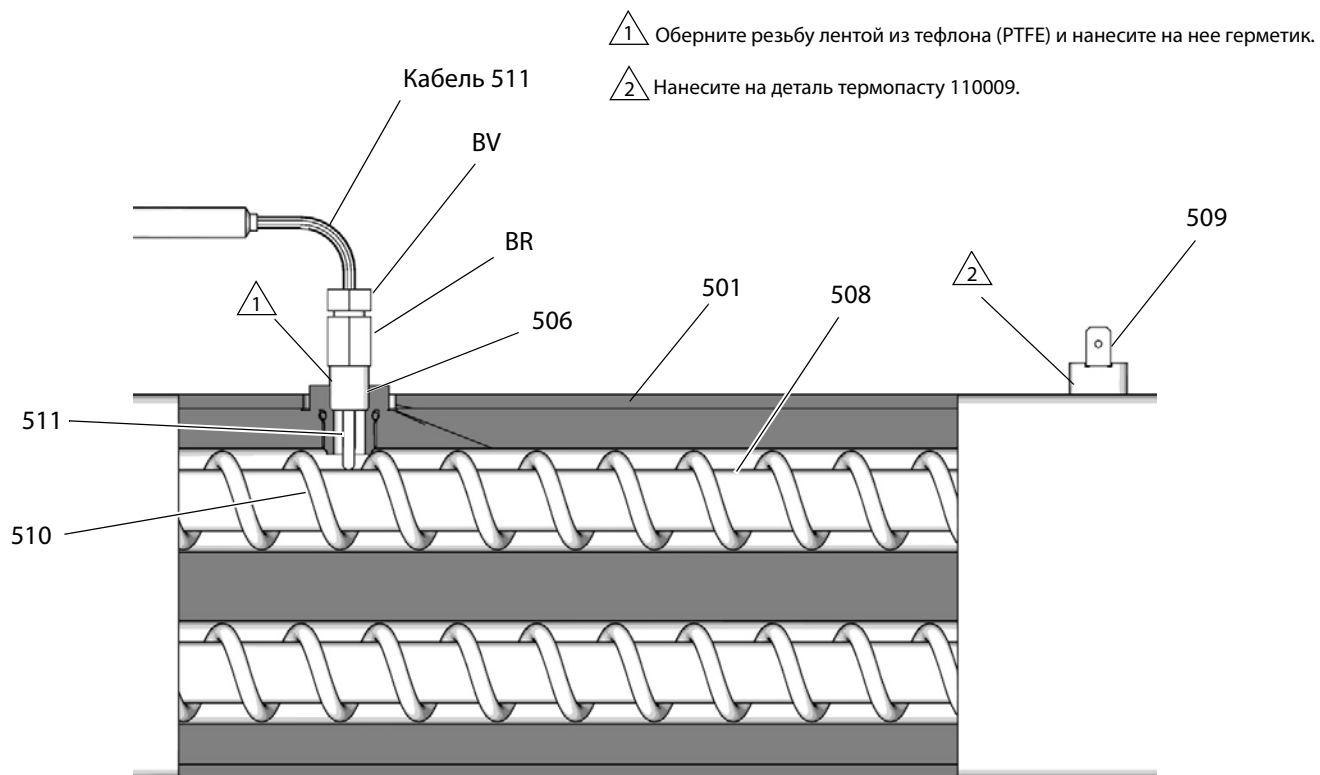

Рис. 69: Термопара
7. См. Рис. 69. Ослабьте зажимную гайку (BV). Снимите термопару (511) с нагревательного элемента (501), затем снимите корпус термопары (BR). Извлекайте переходник термопары (506) только если требуется извлечь смеситель (510). Если переходник необходимо будет снять, то убедитесь, что смеситель (510) не мешает его замене.
8. Замените термопару. См. Рис. 69.
- a. Снимите с наконечника термопары (511) защитную ленту.
- b. Оберните наружную резьбу лентой из тефлона (PTFE) и нанесите на нее герметик, привинтите корпус термопары (BR) к переходнику (506).
- c. Протолкните термопару (511) внутрь так, чтобы наконечник касался нагревательного элемента (508).
- d. Удерживая термопару (511) прижатой к нагревательному элементу, после первоначальной затяжки от руки затяните зажимную гайку (BV) еще на 1/4 оборота.
11. Включите нагреватели А и В для их одновременной проверки. Их температура должна повышаться с одинаковой скоростью. Если температура одного из нагревателей будет ниже, ослабьте зажимную гайку (BV) и затяните корпус термопары (BR) так, чтобы наконечник термопары (511) касался элемента (508).